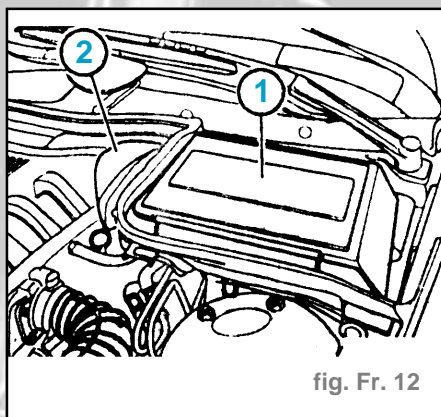

fig. Fr. 12
- Déposer le boîtier du microfiltre (1) et la gaine d'air (2) (fig. Fr. 12)